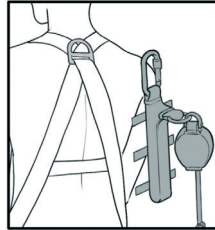

fig.1
1. Coloque el DSL2 de manera que los cierres de Velcro estén en contacto con la cincha del arnés, dejando el conjunto amortiguador por fuera (fig.1).